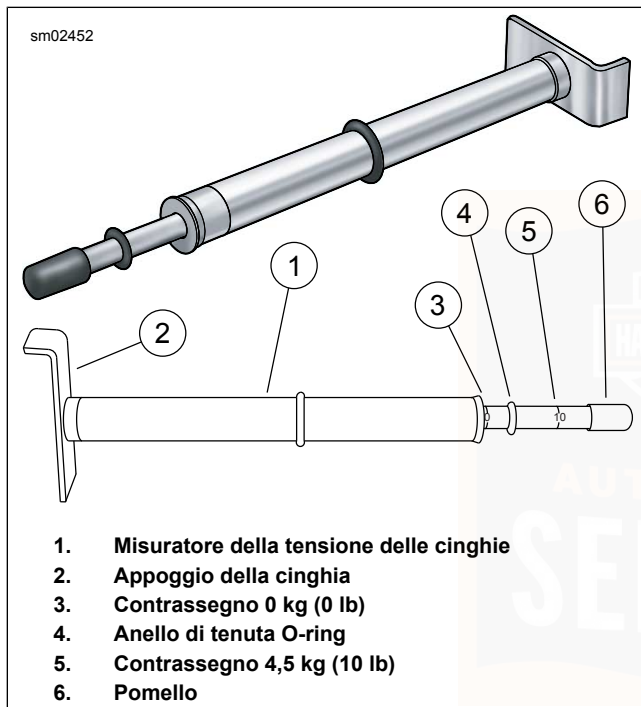

Figura 74. Misuratore della tensione delle cinghie
3. Vedere Figura 74. Misurare la flessione delle cinghie usando: